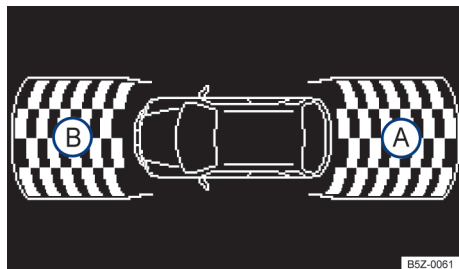

Fig. 91 Exibição do display do controle de distância de estacionamento traseiro no rádio (não disponível para algumas versões).
Dependendo da versão do veículo, será exibido no display do rádio (não disponível para algumas versões) → Fig. 91 a área examinada pelos sensores de ultrassom na parte traseira (A) do veículo. Possíveis obstáculos são exibidos tomando o veículo como ponto de referência → ▲.
→ Fig. 91